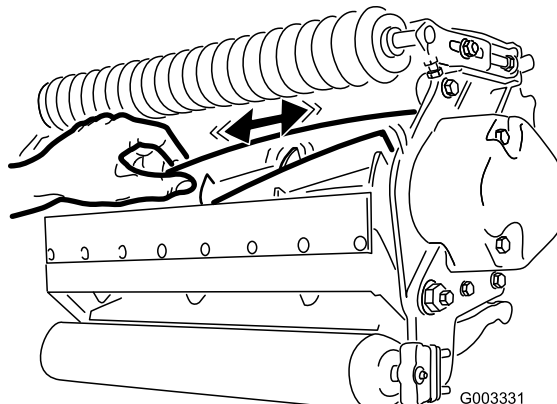

Figura 24
2. Utilizando um pano ou luva almofadada, segure a lâmina do cilindro e tente mover o conjunto do cilindro de um lado para outro (Figura 24).